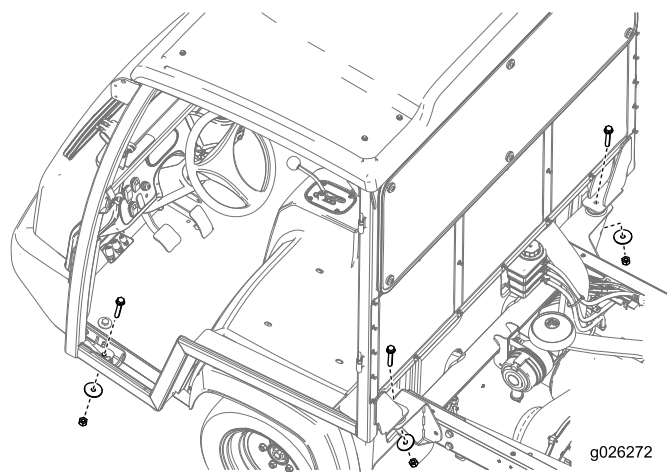

Figura 32
6. Prenda a estrutura à máquina utilizando quatro parafusos ($\frac{1}{2}$ pol.), quatro anilhas ($\frac{1}{2}$ pol.) e quatro porcas ($\frac{1}{2}$ pol.) como se mostra na Figura 32.